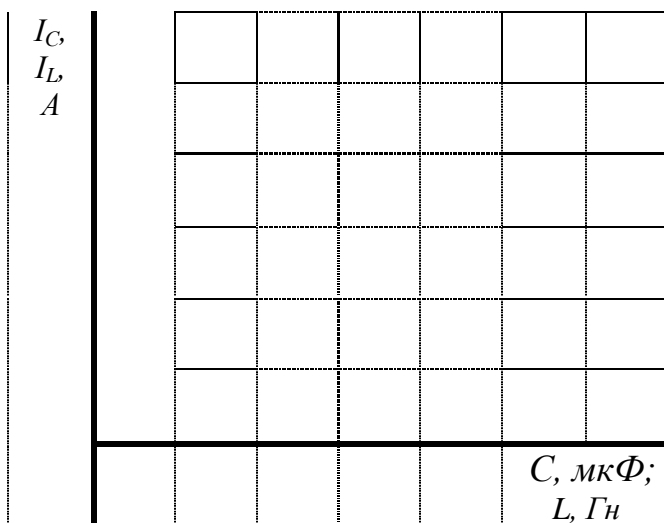

Рисунок 4.4 – Графіки залежностей $I = f(C, L)$
7. Результати розрахунків занести в таблицю 4.2. Побудуйте графіки $I = f(C, L)$ (рисунок 4.4).